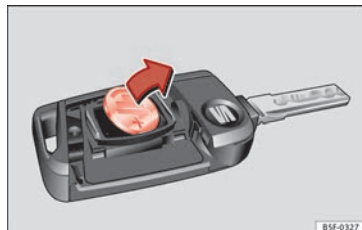

Abb. 121 Fahrzeugschlüssel: Batterie herausnehmen.
- Batterie mit einem geeigneten dünnen Gegenstand aus dem Batteriefach heraushebeln » Abb. 121.
- Neue Batterie wie gezeigt ansetzen » Abb. 121 und entgegen der Pfeilrichtung in das Batteriefach drücken » ❷.